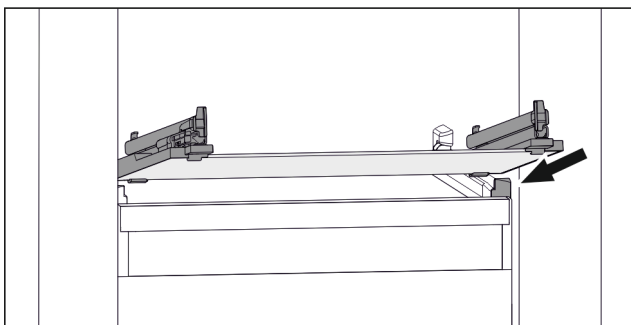

Fig. 156 Beispielhafte Darstellung der Glasplatte
- ▶ Glasplatte schräg hinter den Stopperrn aufsetzen. (zie Fig. 156)